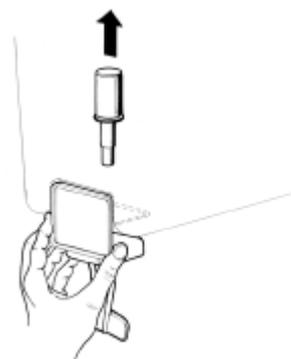

Рисунок 5
- Кран с подачей самотеком:** извлеките плунжер, после чего снимите ручку дозатора (см. рисунок 5).